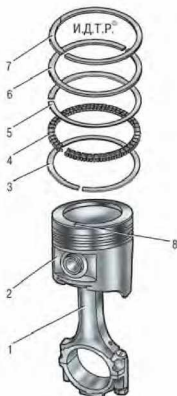

Рис. 5.14. Порядок расположения колец на поршне:
3. Установите поршневые кольца в порядке, обратном снятию, расположив их, как показано на рис. 5.14.